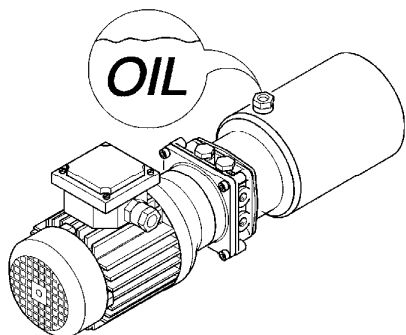

Fig.54
3. Contrôler le niveau de l'huile hydraulique une fois par mois (Fig.54).